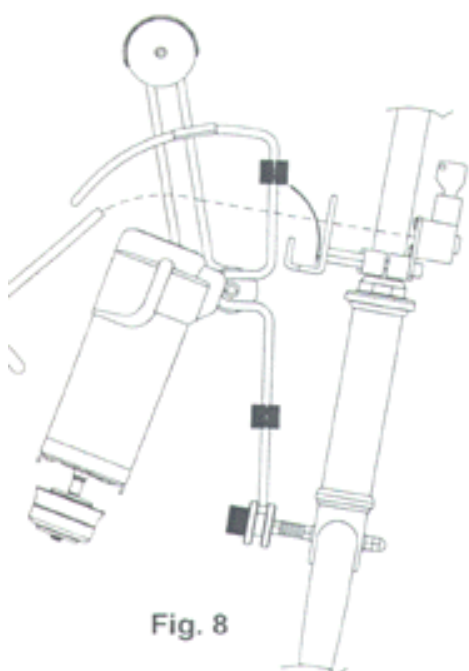

Fig. 8
1. Sistemate i motori in posizione (**Vedi Fig. 8**) con la posizione dei motori a riposo (leva tirata indietro) (**Vedi Fig.7**).